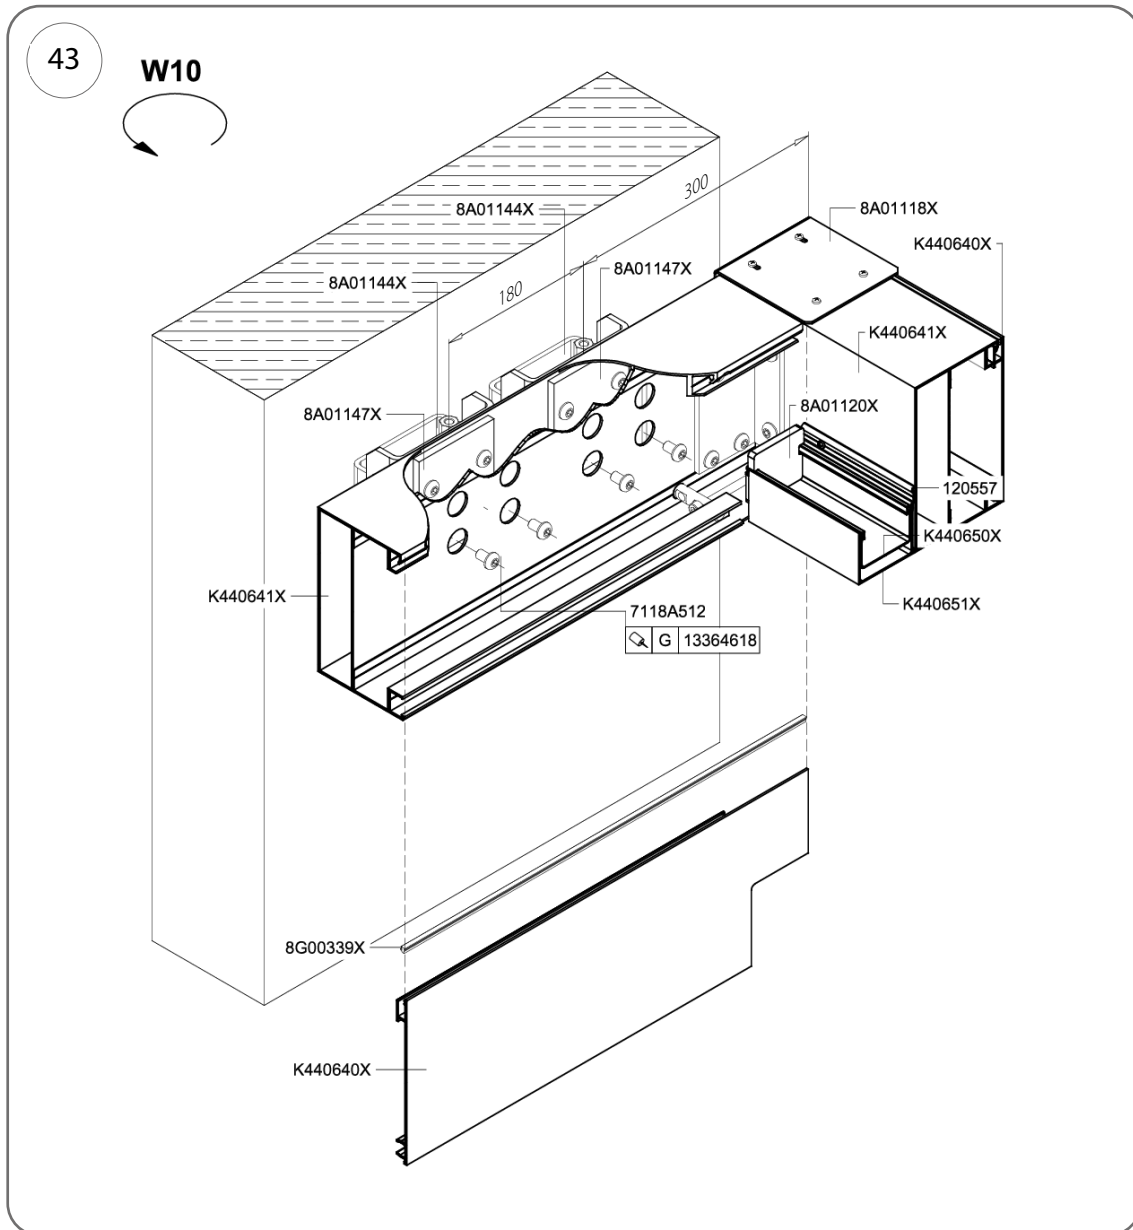

Fig. 43
2. Un point de fixation de panne se compose de deux supports 8A01144X avec un entraxe de 180 mm, et le centre de la première cheville doit se trouver à 300 mm de la surface extérieure du chevron au nœud W10 (Fig. 43).